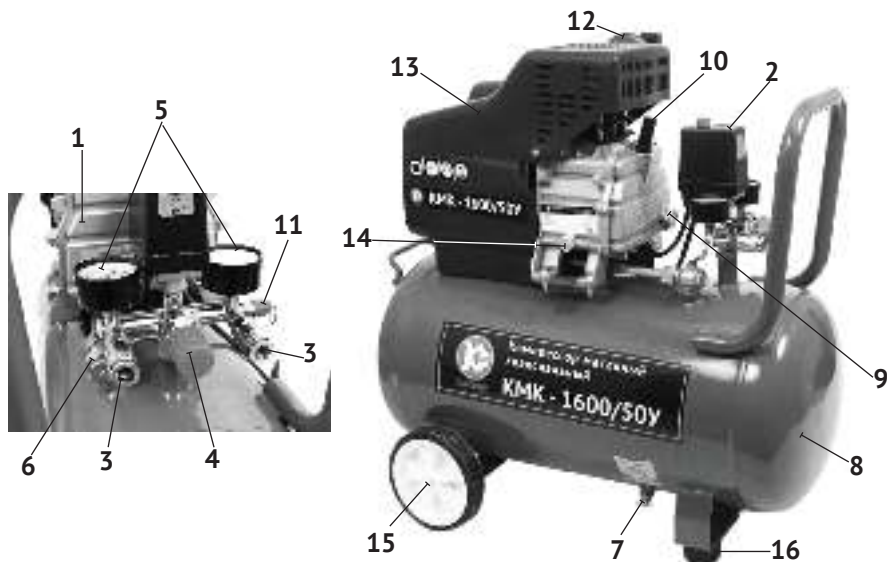
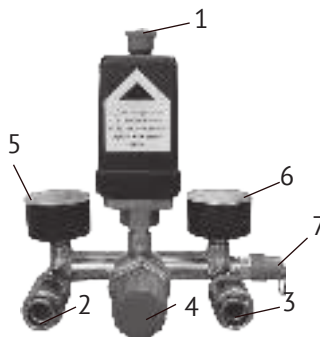

рис. 1
рис. 3
4.1 Общий вид компрессора схематично представлен на рис.1
4.2 Картер компрессорной группы (рис.1 поз.1) с двигателем закреплены на металлическом корпусе ресивера (рис.1 поз.8). Двигатель закрыт пластиковым кожухом (рис.1 поз.13). Вращение якоря двигателя преобразуется кривошипно-шатунным механизмом в возвратно-поступательное движение поршня. Сжатый воздух из выпускного клапана цилиндра подаётся в ресивер. При подключении к быстроразъёмным выходным штуцерам (рис.1 поз.3) коллектора пневмоинструмента, сжатый воздух подаётся к инструменту. Выходное давление в штуцерах регулируется редуктором и контролируется манометрами.
При подключении компрессора к сети питания, убедитесь что, выключатель реле давления (рис.3 поз.1) находится в позиции «Выкл», положение «Нажато». Запустите компрессор, переведя выключатель в позицию «Вкл», положение «Отжато». Для обеспечения хорошей работы компрессора при первом запуске рекомендуется оставить компрессор работающим в течение 5 - 8 минут с полностью открытыми выходными штуцерами (рис.3 поз.2,3), после чего откройте вентиль слива конденсата (рис.1 поз.7), находящийся снизу ресивера и слейте конденсат. После первых 5-ти часов работы компрессора проверьте крепление винтов головки цилиндра и кожуха двигателя (рис.1 поз.13).
При полностью открытом редукторе (рис.3 поз.4), в выходные штуцера (рис.3 поз.2 и 3) подаётся давление из ресивера. Оба манометра (рис.3 поз.5 и 6) показывают давление в ресивере. Выходное давление в штуцере (рис.3 поз.2) регулируется редуктором (рис.3 поз.4) и контролируется манометром (рис.3 поз.5).
Так же компрессор оснащён предохранительным клапаном (рис.3 поз.7) для ограничения максимального давления в ресивере.
7.3 По окончании работы полностью сбросьте давление, открыв выходные штуцера (рис.3 поз.2 и 3).
- открутить пробку маслозаливной горловины (рис.1 поз.10);
- открутить пробку-болт маслосливного отверстия (рис.1 поз.14);
- через воронку залить новое масло, контролируя уровень через окно (рис.1 поз.9);